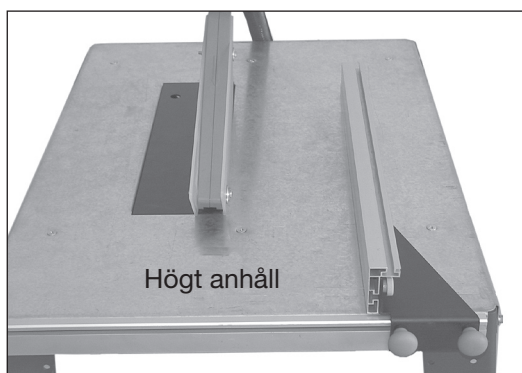

Bild 14.
- Högt anhåll: För grövre ämnen. Bild 14.